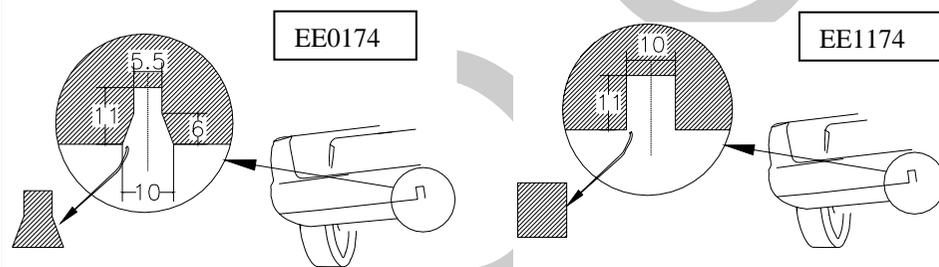

Fig. 1
3. Retirer la mousse de protection qui cache l'orifice d'entrée des poutres du véhicule et introduire les contre-plaques horizontales (3).
4. Poser le corps du crochet (2) et le fixer au véhicule avec les vis M10x40 (b) sans les serrer. Marquer le dernier point de fixation et percer la poutre du véhicule avec une mèche de 10,5 mm.
5. Introduire les contre-plaques verticales (4) et les poser avec les vis M10x40 (b).
8. Découper le pare-chocs pour le passage de la boule selon les indications de la figure 1.